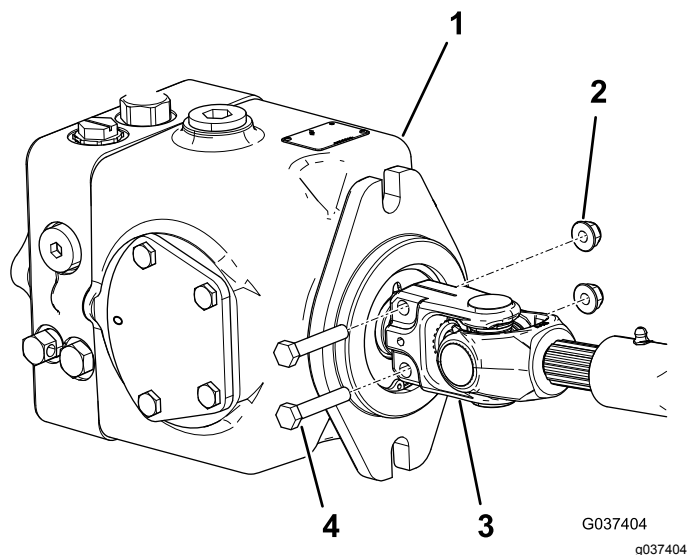

Рисунок 2
4. Выверните две фланцевые гайки и два болта, которые крепят малый конец имеющегося ведущего вала к гидравлическому насосу (Рисунок 2).
13. Установите, не затягивая, имеющиеся болты с фланцевыми гайками в отверстия в малом конце ведущего вала (Рисунок 2).
14. Установите малый конец ведущего вала на вал гидравлического насоса и затяните фланцевые гайки, чтобы зафиксировать соединение (Рисунок 2).